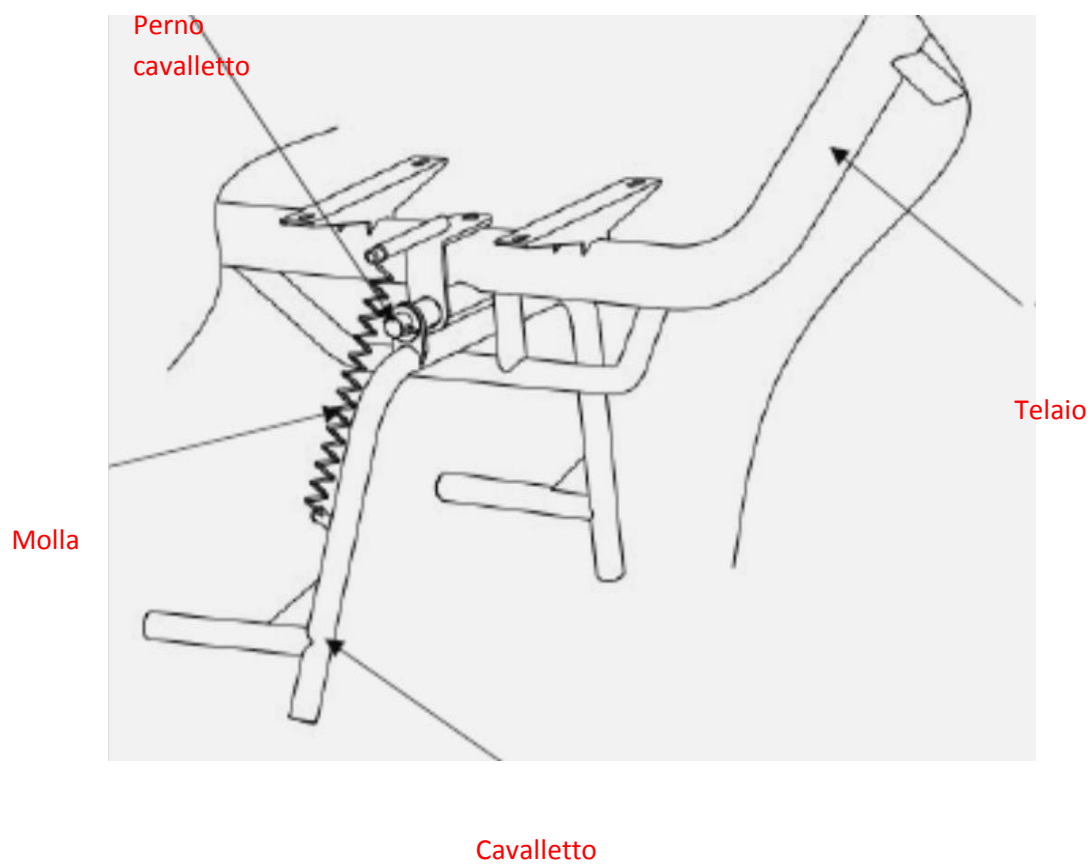

Figura 2
- Inserire la molla ai supporti e tirarla come indicato in figura 2.